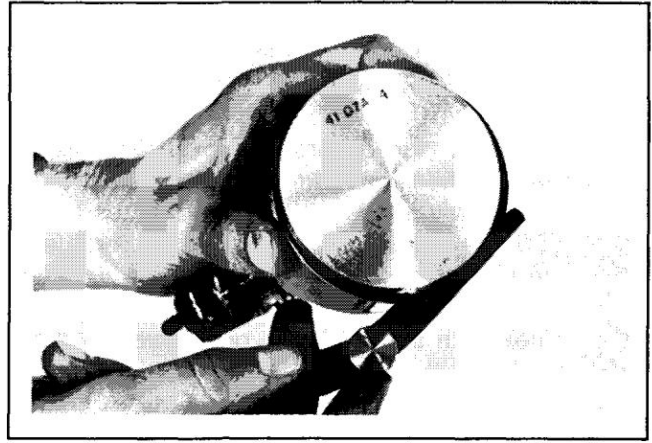

Figure 11-12. Mesure du jeu latéral du segment de piston.
4. Après avoir installé la nouvelle compression (haut et milieu) sur le piston, vérifiez le jeu latéral entre le piston et le segment. Le dégagement latéral maximum recommandé est de 0,006". Si le jeu latéral est supérieur à 0,006", un nouveau piston doit être utilisé. Reportez-vous à la Figure 11-12.